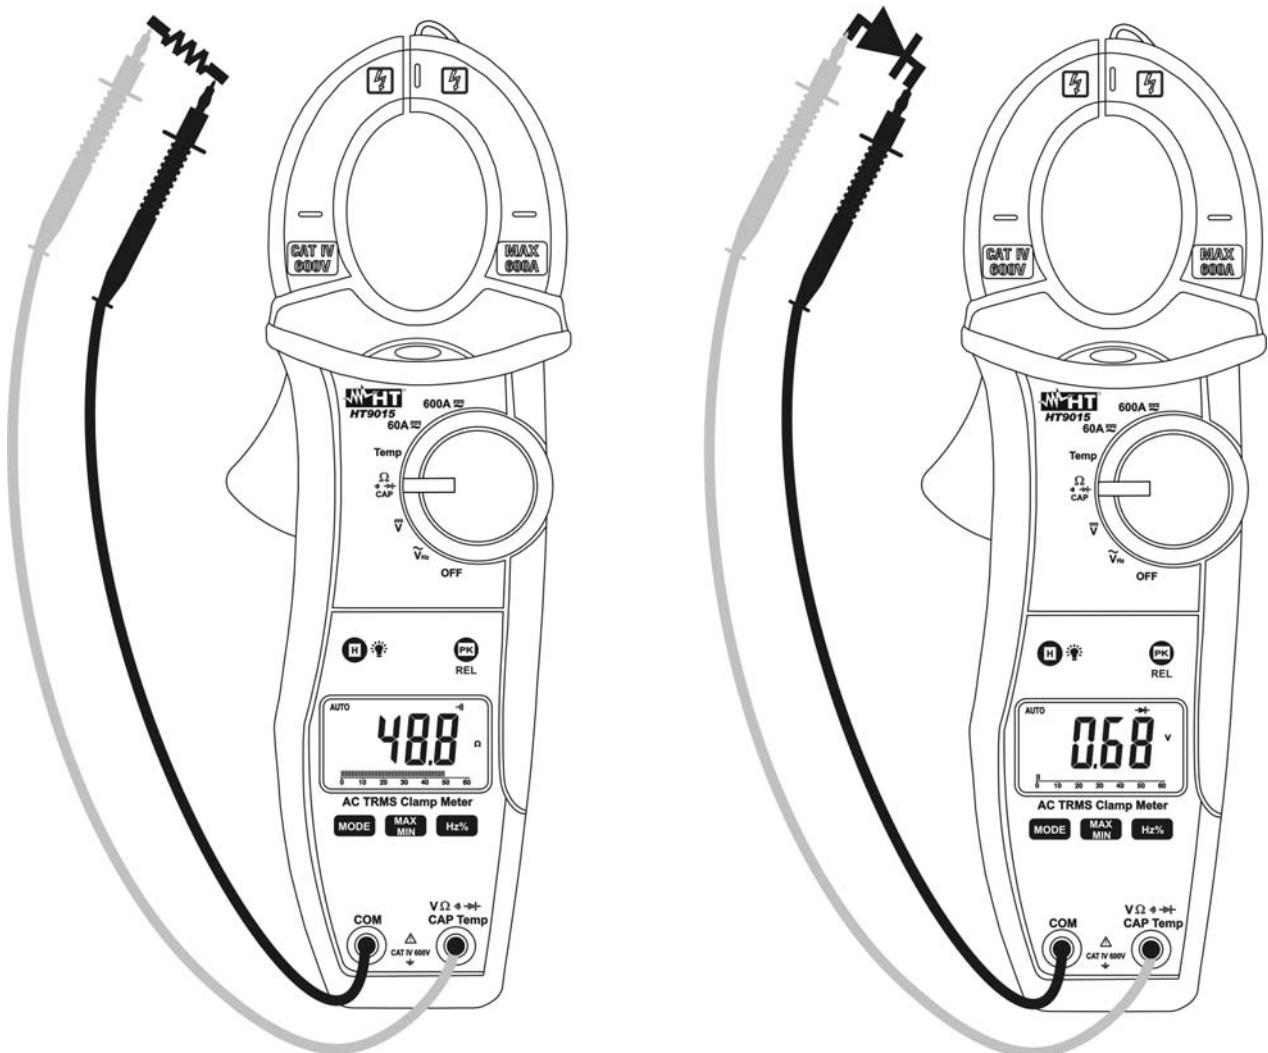

Fig. 6: Uso della pinza per Test Continuità e Prova Diodi
3. Inserire il cavo rosso nel terminale di ingresso  $V\Omega$  con il simbolo di continuità (diode symbol) e il cavo nero nel terminale di ingresso **COM** ed eseguire il test di continuità sull’oggetto in prova (vedere Fig. 6 – parte sinistra). Il cicalino emette un segnale acustico quando il valore della resistenza misurata è inferiore a circa  $60\Omega$
5. Connettere il puntale rosso all’anodo del diodo e il puntale nero al catodo in caso di misura di polarizzazione diretta (vedere Fig. 6 – parte destra). Invertire la posizione dei puntali in caso di misura di polarizzazione inversa